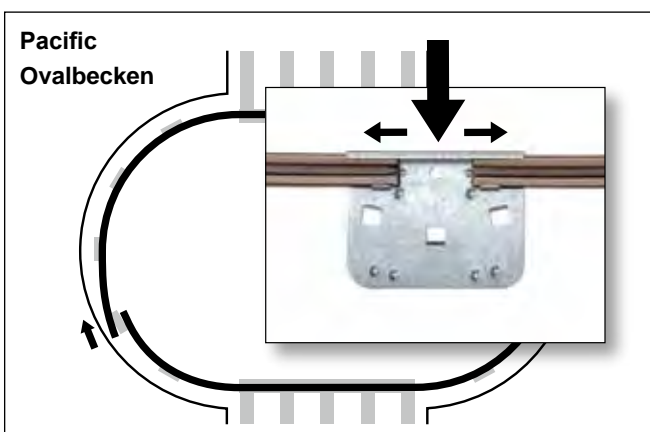

Abb. 142
3) Die Wand scheint zu lang zu sein. **Dies stimmt nicht.** Der Abstand zwischen den Bodenschienen muss jedoch vergrößert werden, indem die Bodenplatten durch leichtes Klopfen zum Beckenäußeren bewegt werden oder indem Sie die Wand mit beiden Händen leicht in die gewünschte Richtung klopfen. (Abb. 142, 143)